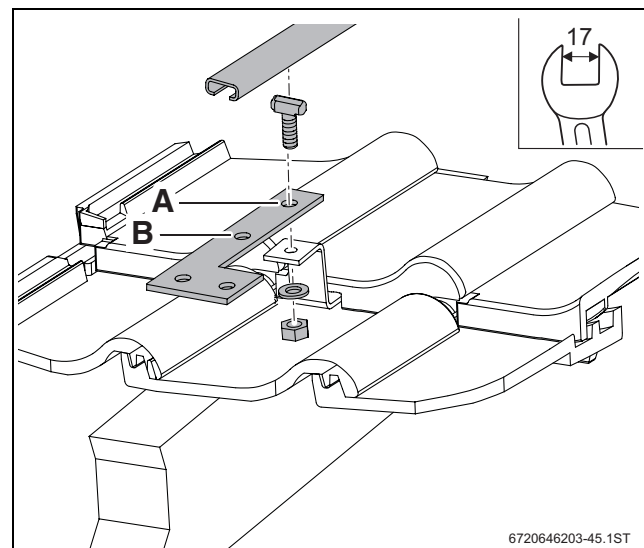

Fig. 28 Atornillar los raíles con el conector en L y gancho de sujeción (aquí: en posición A)
- Atornillar los raíles siguiendo la tab. 14 con el conector en L y estribo de sujeción (→ fig. 28).